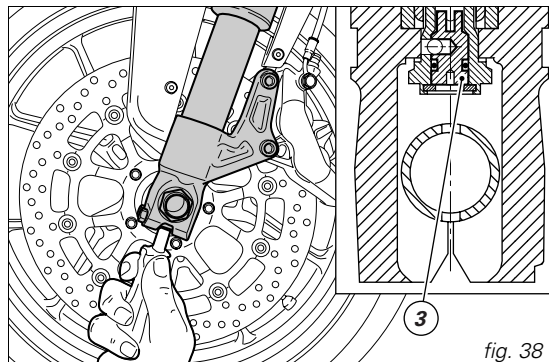

fig. 38
- 3) pour modifier le frein hydraulique en compression (fig. 38).